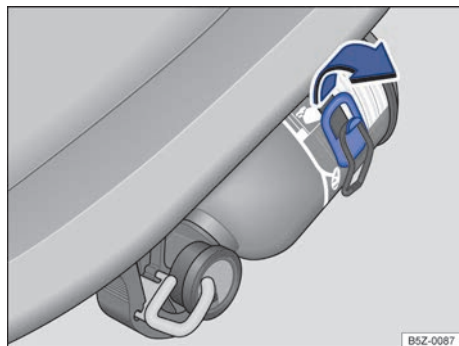

Fig. 148 En el asiento del acompañante delantero: extintor de incendio.
- Soltar la abrazadera de fijación, tirando hacia arriba → fig. 148 en el sentido de la flecha.